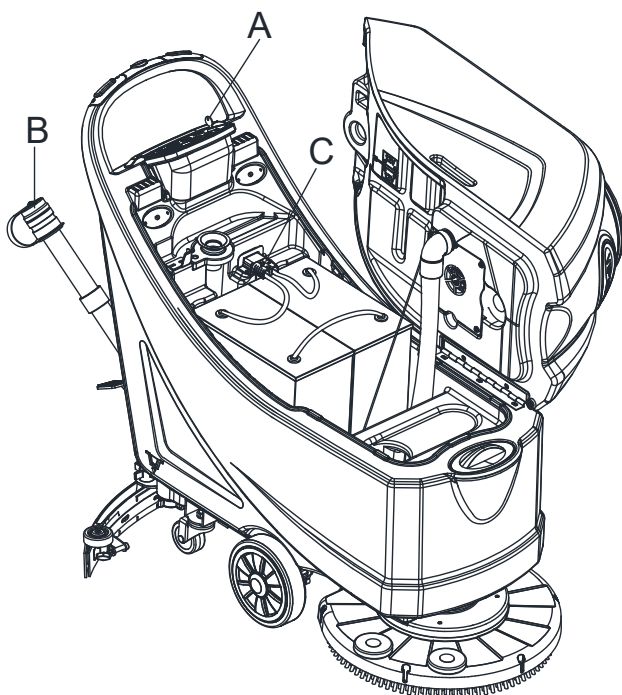

Рисунок 23
4. Очистите крышку бака утилизации (А), бак утилизации (В), очистите бак для воды (С) и рамку-держатель поплавкового фильтра (Е). Опорожните бак утилизации при помощи дренажного шланга (В, Рисунок 23).
2. Отсоедините кабель электропитания (С, Рисунок 23) от сети электропитания.